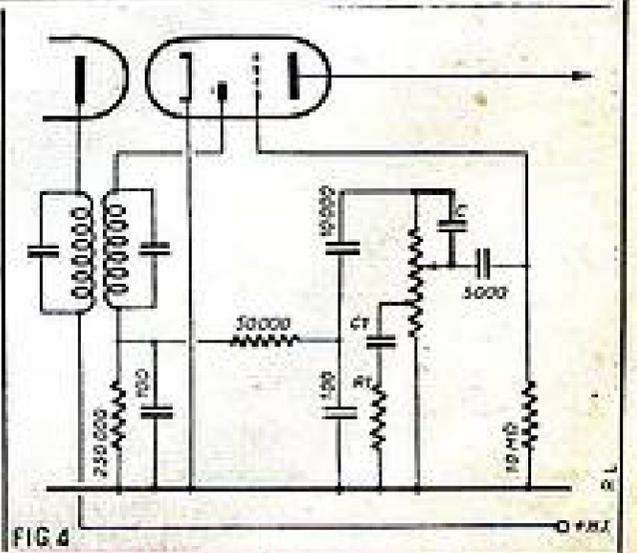

FIG. 4
Le remède est très simple et consiste à placer un condensateur (C) de très faible valeur, que l'on déterminera par tâtonnement, entre le point « chaud » du potentiomètre et le curseur, suivant le schéma de la figure 4.